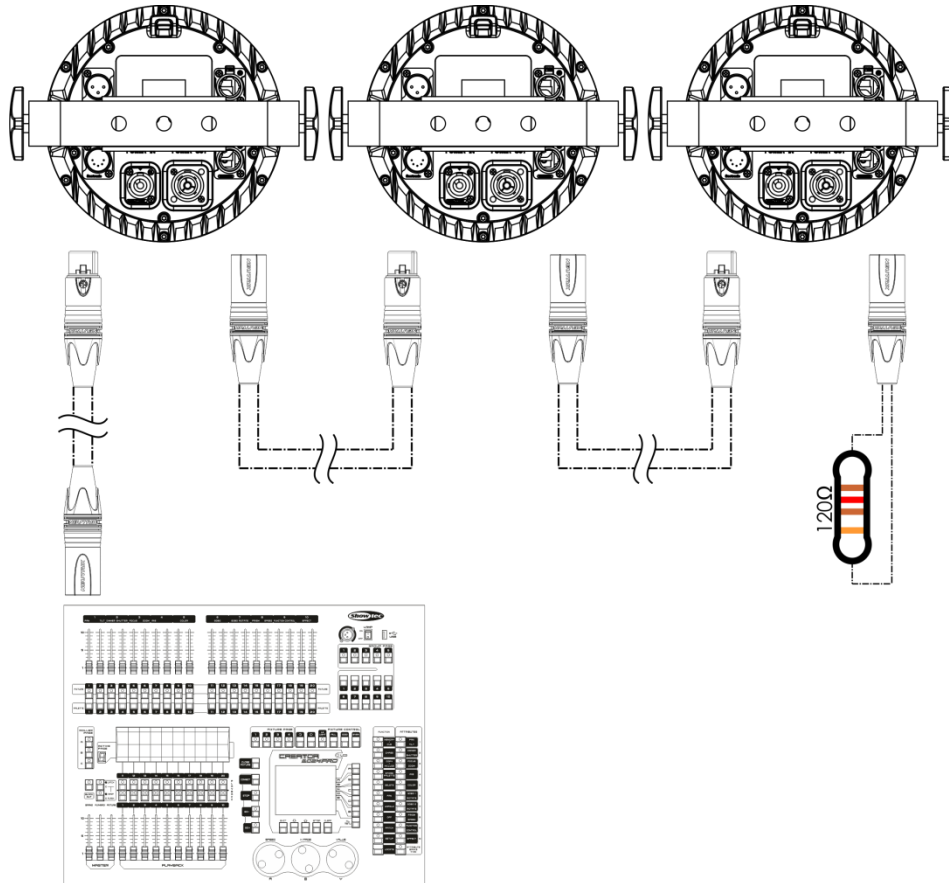

Abb. 04
- 04) Verbinden Sie die Geräte wie in Abb. 04 abgebildet. Schließen Sie einen Lichtcontroller mit einem DMX-Kabel an den Eingang des ersten Geräts. Schließen Sie den Ausgang des ersten Geräts mit einem DMX-Kabel an den Eingang des zweiten Geräts an. Verbinden Sie das zweite, dritte und vierte Gerät.